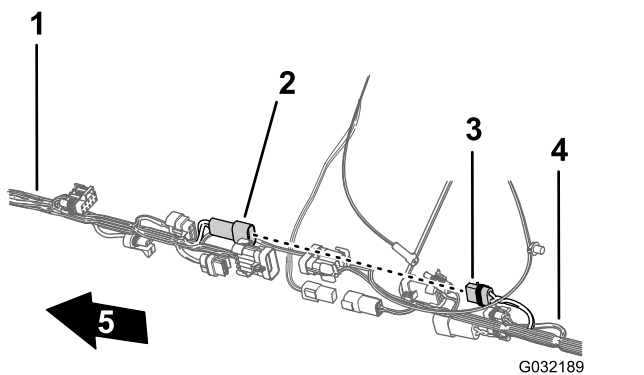

Figura 118
5. Ligue o conector de 2 pinos da cablagem dianteira para a alimentação do cilindro de tubagem no conector de 2 tomadas da cablagem traseira para a alimentação do cilindro de tubagem (Figura 118).